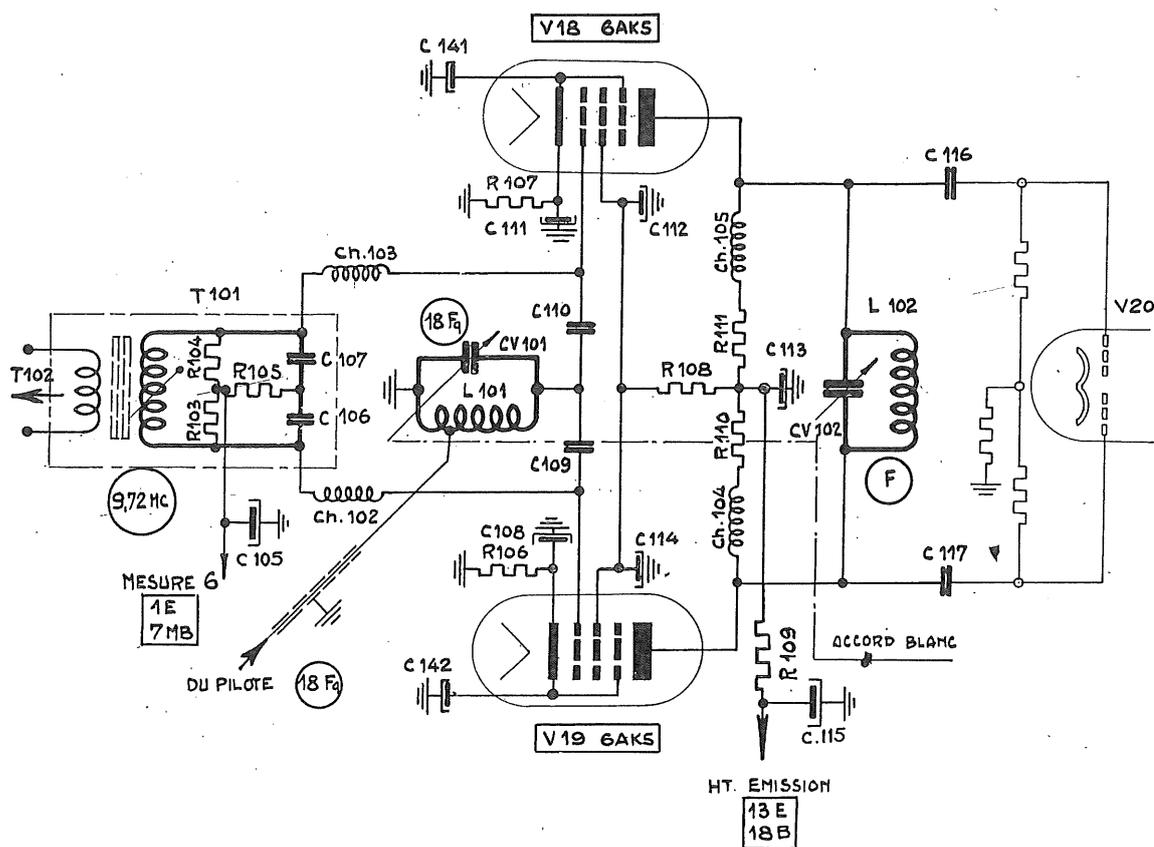

Fig. 16 - Amplificateur-mélangeur
b) Amplificateur-mélangeur (fig. 16).